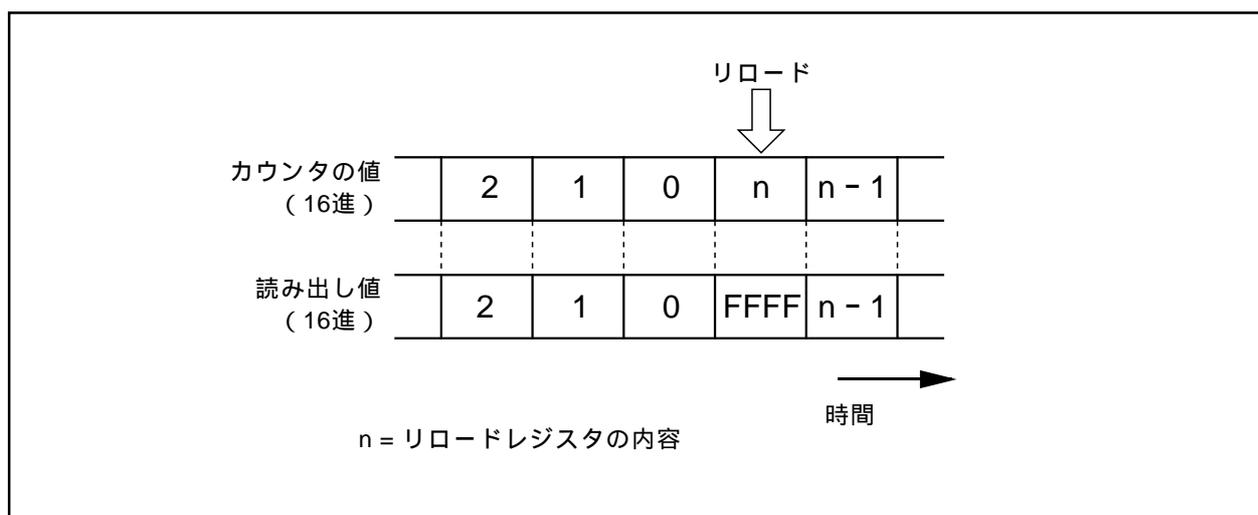

図2.2.28. タイマAiレジスタの読み出し
- 内 容 (1) リセット解除後、カウント開始フラグは“0”です。タイマAiレジスタに値を設定した後、“1”にしてください。
- (2) カウント中のカウンタの値は、タイマAiレジスタを読み出すことによって任意のタイミングで読み出すことができます。ただし、図2.2.28に示すリロードタイミングで読み出した場合、FFFF₁₆が読み出されます。カウント停止中にタイマAiレジスタに値を設定した後、カウンタがカウントを開始するまでの期間に読み出しを行った場合、設定値が読み出されます。